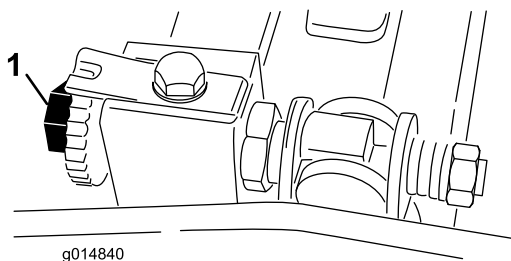

図 46
3. カuttingユニットの右端から数えて1番目と2番目の下刃ねじの間でリール刃と下刃とを交差させる 図 46。
6. シムを左右に滑らせながら、シムに軽い圧迫シムが挟まれる感じを感じるまで、右側のベッドバー調整ねじを回す 図 46。